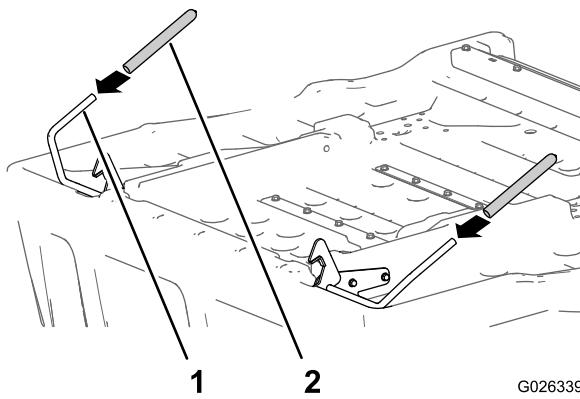

Figura 11
4. Coloque as pegas manuais em cada extremidade da alavanca do conjunto de bloqueio (Figura 11).